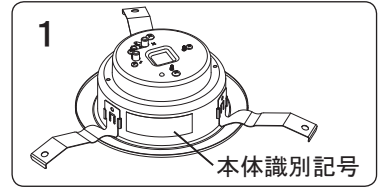

図1 埋込深さ
- ・施工時の埋込深さ (図1参照) を確認する。不備がありますと器具変形及び施工できない原因となります。